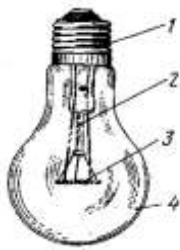

Рис.1
9. Укажите названия элементов лампы накаливания, обозначенные цифрами (рис.1).